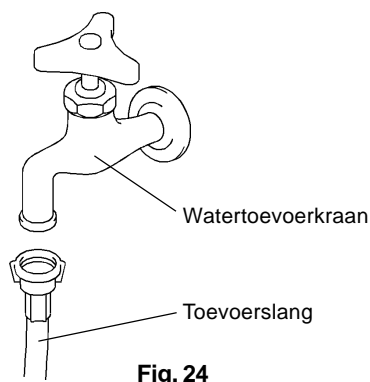

Fig. 24
- 2) Bevestig het andere uiteinde van de toevoerslang aan de watertoevoer (fig. 24) en let op of de afdichtingsring goed is aangebracht voordat u die volgens bovenstaande instructies met de hand aandraait. Houd als voorzorgsmaatregel een afsluiter binnen handbereik.